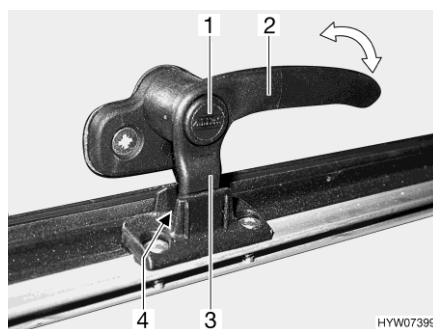
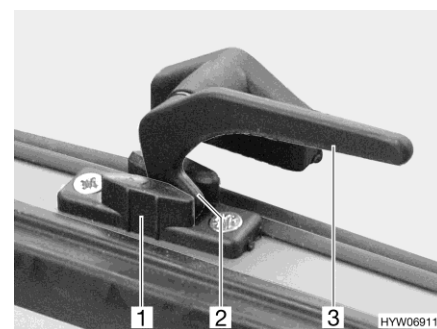

Fig. 91 Leva di serraggio con bottone di sicurezza in posizione "Aerazione continua"
Fig. 92 Leva di serraggio in posizione "Aerazione continua"
- In posizione di "Aerazione continua" (Fig. 91 e Fig. 92)
- Se presente, premere e tenere premuto il bottone di sicurezza (Fig. 91,1).
- Ruotare tutte le leve di serraggio (Fig. 91,2 o Fig. 92,3) di un quarto di giro verso il centro dell'oblò.
- Girare nuovamente all'indietro tutte le leve di serraggio. Contemporaneamente riportare il nasello di chiusura (Fig. 91,3 o Fig. 92,2) nella rientranza del bloccaggio dell'oblò (Fig. 91,4 o Fig. 92,1).